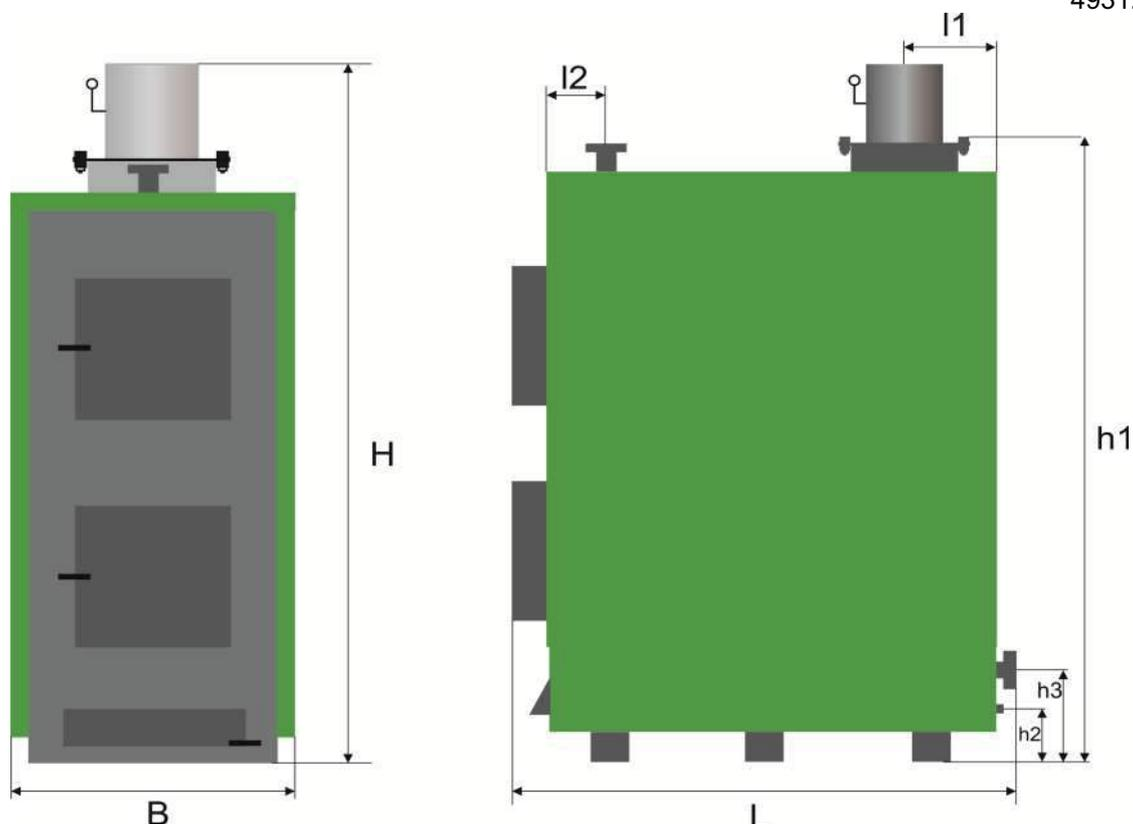

Рисунок 1 - Габаритные и присоединительные размеры Котлов моделей P 150 - 400 базовой комплектации.
Габаритные и присоединительные размеры Котла (см. рис.1), мм:
Котел (рис.1, 2) представляет собой стальной сварной каркас, обшитый снаружи съемной декоративной теплоизолированной облицовкой. Каркас совместно с облицовкой образуют корпус. Корпус устанавливается на собственных опорах (12).